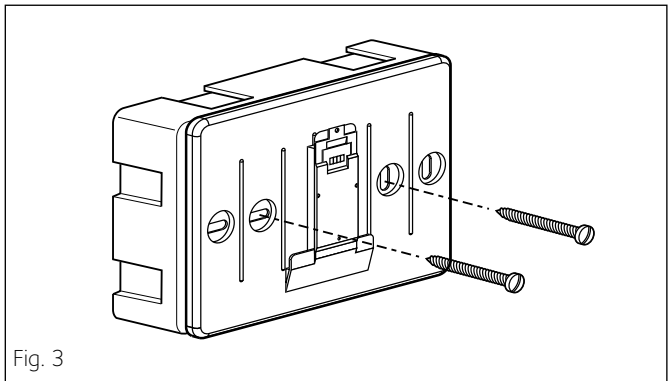

Fig. 3
- posizionare l'interfaccia di sistema sulla base, spingendola delicatamente verso il basso (fig.3).